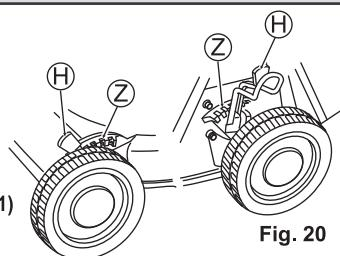

Fig. 20
- Spostare la leva di regolazione dell'altezza di taglio (H) verso il lato della ruota, separando le dentellature (Z).
**(Fare riferimento alle Figure 20 e 21)**